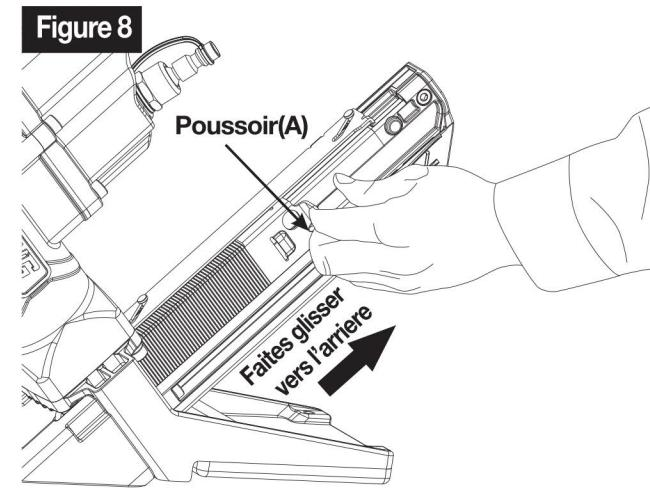

Figure 8
2. Tirez sur le poussoir (A) de la fin du magasin. Verrouiller le poussoir dans l'endroit en utilisant le bouton de verrou (B). (Consultez figure 8 & 9.)